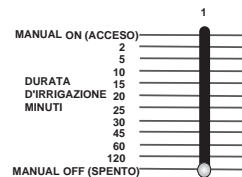

Abb. 13: Dauer-Schiebeschalter auf Manuell Aus gestellt
- Sie können jede beliebige einzelne oder mehrere Stationen abschalten, indem Sie den Bewässerungsdauer-Schiebeschalter in die Position **MANUAL OFF** (Manuell Aus) stellen (ganz nach unten) [siehe Abb. 13].